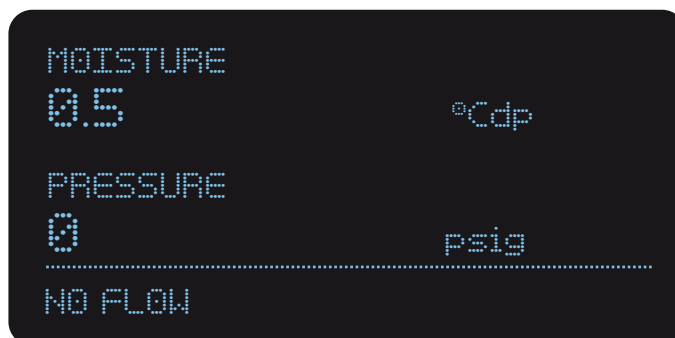

Imagen 25 Línea de mensaje de error
3. Con una llave hexagonal 2,5 mm extraiga el tornillo de cabeza cilíndrica M3 (n.º 1 en la imagen 25) fijando el conjunto del sensor en el soporte.
4. Bloquee el conjunto del sensor. Utilice una llave allen de 11 mm para aflojar y quitar las dos conexiones 1/8" de tuberías de muestra del sensor de punto de rocío (n.º 2 en la imagen 25).